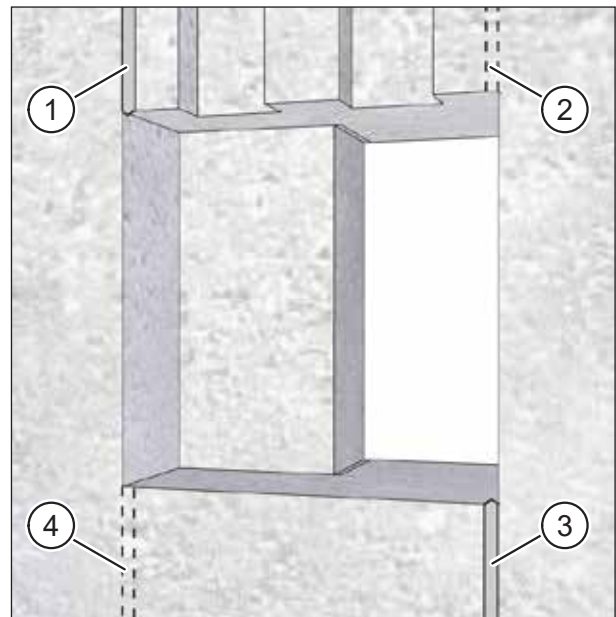

Abb. 18: Mauernuten für Anschlusskabel fräsen
- Fräsen Sie einen Kabelkanal für das Netzkabel (Pos. 1 in Abb. 18) und ggf. einen Kabelkanal für das Steuerkabel (Pos. 3 in Abb. 18).
- Die Mauernuten in Abb. 18 sind beispielhaft. Alternative Mauernuten sind gestrichelt dargestellt (Pos. 2 und Pos. 4 in Abb. 18). Für die spätere Elektroinstallation empfiehlt es sich, das Netzkabel von links und ggf. das Steuerkabel von rechts an den Mauerdurchbruch heranzuführen.